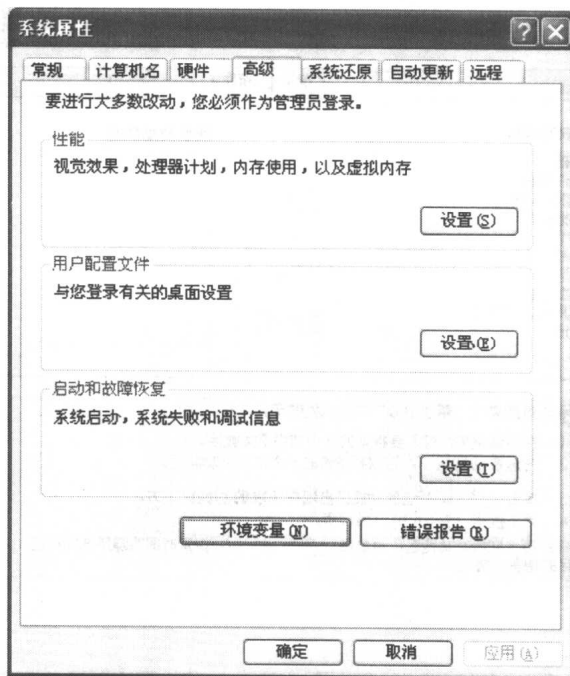

图 1-2-1 系统属性中的“高级”选项卡
(1) 从“控制面板”中选择“系统”按钮, 打开“系统属性”对话框界面, 选择“高级”选项卡, 如图 1-2-1 所示。